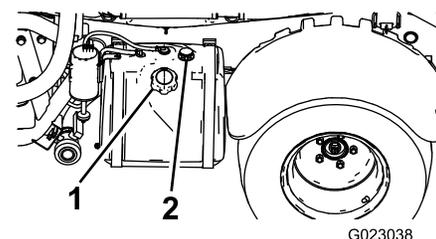

図 12
2. 燃料タンクのキャップ 図 12 の周囲をきれいに拭く。